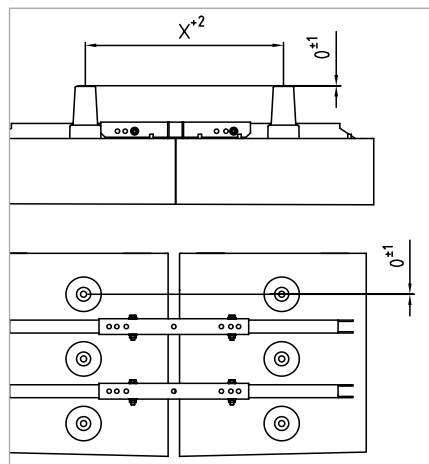

Fig. 21
6. Aligner les cellules derrière au raccords de jeux de barres selon la Fig. 21 et le tableau ci-dessus. Éventuellement, soulever la cellule et insérer des tôles de calage directement aux points de fixation jusqu'à obtenir la position horizontale. Les tôles de calage ne sont pas comprises dans les fournitures.